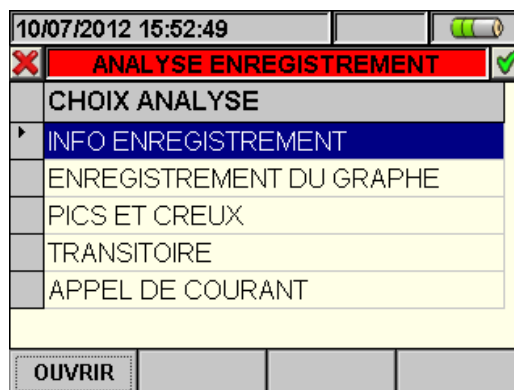

Fig. 116 : Analyse Engistrement (type Eng)
2. Appuyer sur la touche **ESC** (ou l'icône pour sortir de la fonction et revenir à la page « Analyse Engistrement » (Fig. 116).
- La touche **ESC** (ou l'icône ) pour sortir de la fonction et revenir à la page « Analyse Engistrement » (Fig. 116).